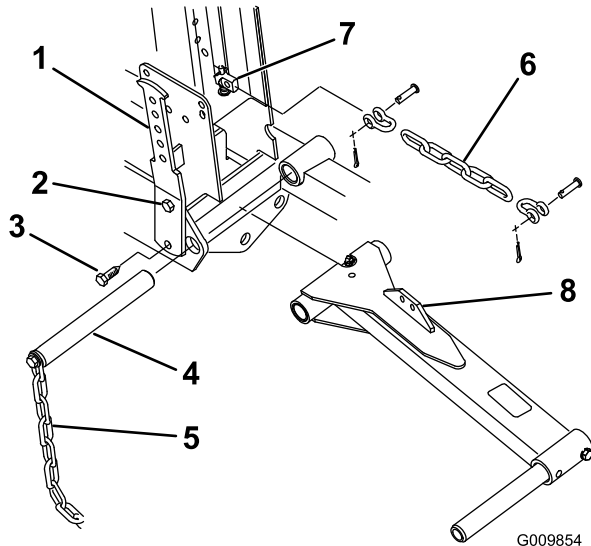

Bild 6
3. Lockern Sie die obere Schraube, mit der der linke Gegengewichtarm am Rahmen befestigt ist (Bild 6).
4. Nehmen Sie die untere Schraube und Mutter ab, mit denen der linke Gegengewichtarm am Rahmen befestigt ist (Bild 6).
5. Drehen Sie den Gegengewichtarm nach außen und entfernen Sie den Gelenkstift des Hubarms und die Kippkette (Bild 6).
6. Setzen Sie den Hubarm zwischen die Rahmenteile. Fluchten Sie die Befestigungslöcher aus und setzen Sie den Gelenkstift ein (Bild 6). Setzen Sie den